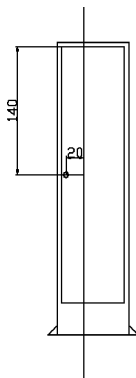

图 15-119 镜像图形
(3) 单击“默认”选项卡“绘图”面板中的“圆”按钮，绘制一个直径为 6 的圆；单击“默认”选项卡“修改”面板中的“镜像”按钮，将第 (2) 步绘制的水平直线和斜直线进行镜像，结果如图 15-119 所示。